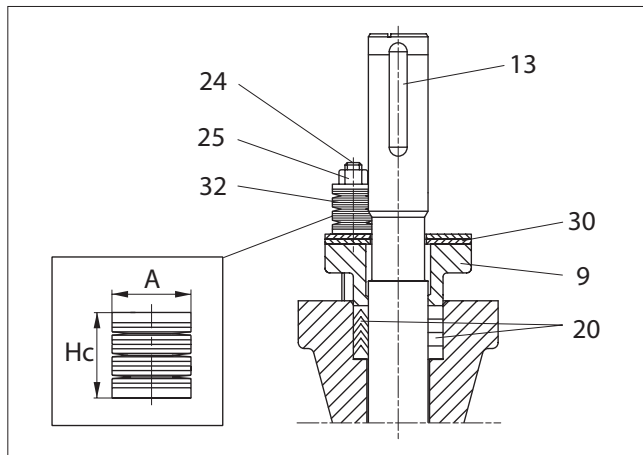
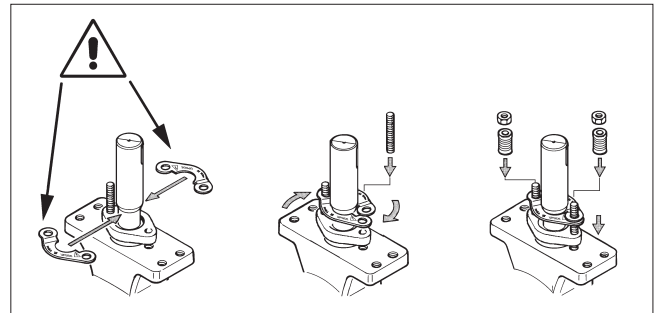

Abb. 19 Stopfbuchsenpackung, RE/RE1
Abb. 20 Installation der Ausblassicherungen
In der Stopfbuchsenpackung wird die Dichtigkeit durch den Kontakt zwischen Stopfbuchsenbrille und Packungsring sichergestellt. Siehe Abb. 19.
- Entfernen Sie die Passfeder (13).
- Entfernen Sie die Sechskantmutter (25), das Scheibenfederset (32), eine Stiftschraube (24), die Ausblassicherungen (30) und die Stopfbuchsenbrille (9).
- Entfernen Sie die Packungsringe (20) von der Welle anhand eines Messers oder eines anderen spitzen Werkzeugs, ohne jedoch dabei die Oberflächen zu verkratzen.
- Streifen Sie die neuen Packungsringe (20) auf die Welle (11). Die Stopfbuchsenbrille kann dazu genutzt werden, die Ringe einzudrücken. Beschädigen Sie nicht die Packungsringe in der Passfedernut. Siehe Abb. 19.
- Pressen Sie die Packungsringe zuerst durch Anziehen der Stopfbuchsenmutter (25) ohne Scheibenfedern mit dem Drehmoment Tt, siehe Werte in Tabelle 2.
- Entfernen Sie die Stopfbuchsenmutter und eine Stiftschraube. Montieren Sie die Ausblassicherungen (30) mit dem Text „OBEN“ (Upside) nach oben und die entfernte Stiftschraube und setzen Sie das Scheibenfederset (32) auf die Packungs-Stiftschrauben. Ziehen Sie die Mutter (25) an, so dass die Scheibenfedern entsprechend der Höhe Hc komprimiert sind, siehe Tabelle 2. Sichern Sie die Mutter mit Loctite 221 o.ä., siehe Abbildung 20.